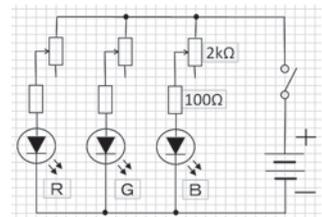
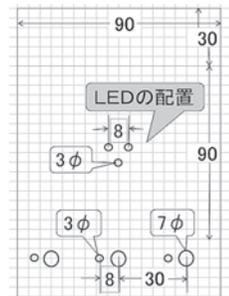

図1 接続図
図2 部品配置図
- (1)工作回路の接続図とプラスチック板の部品配置図を図1と図2(下部は可変抵抗の位置、単位:mm)に示します。
- (2)LEDと可変抵抗をプラスチック板に取り付け、図1接続図のとおりハンダ付け等で接続します(電池ボックスは、プラスチック板の裏面に両面粘着テープ等で貼り付けます)。